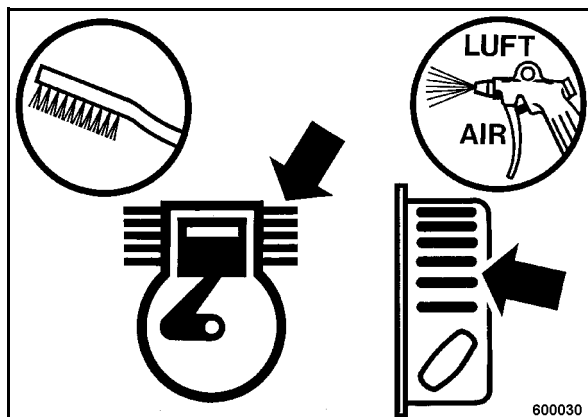

рис. 37
- Разрыхлить засохшую грязь на всех ребрах охлаждения и отверстиях для охлаждающего воздуха с помощью подходящей щетки (рис. 37) и продуть сжатым воздухом.